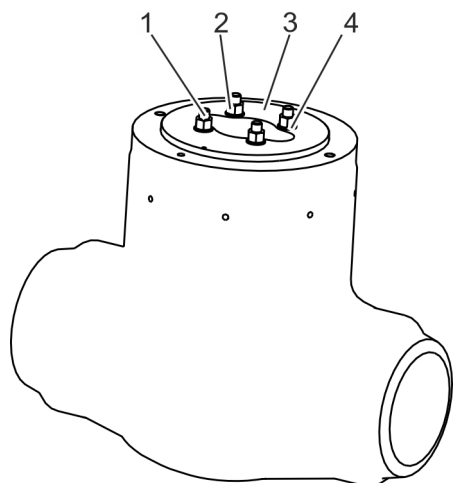

Fig. 7: Soltar las tuercas de la tapa de fijación
1. ➔ Suelte las tuercas (Fig. 7/2) de la tapa de fijación (Fig. 7/3) y retírelas junto con las arandelas (Fig. 7/4).